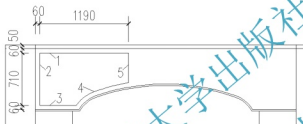
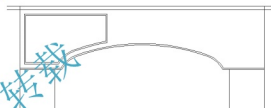

图 5.39 修剪圆弧
图 5.40 偏移图形
(1) 参照图 5.39 中的尺寸，用【偏移】、【修剪】和【删除】命令，将图形由 5.38 绘制到如图 5.39 所示。
(2) 在命令行输入“Pe”并按 Enter 键，启动多段线编辑命令，将图 5.39 中的 1~5 图形对象连接成整体。然后用【偏移】命令将其向内偏移 20 mm，结果如图 5.40 所示。